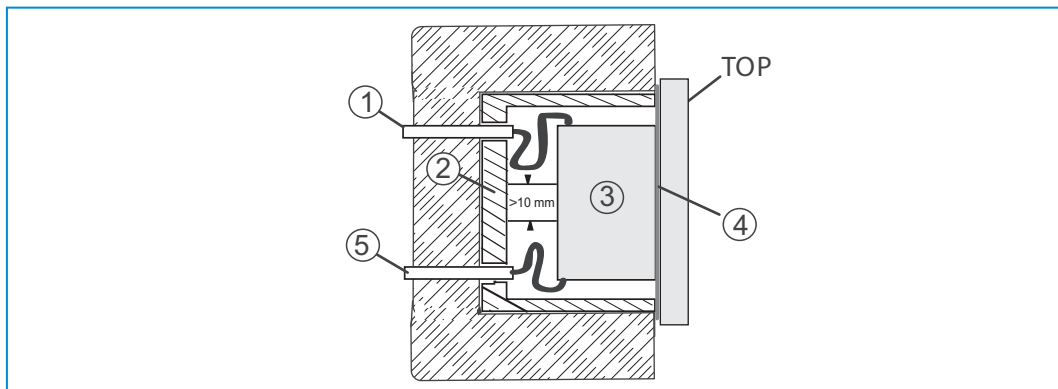

Bild 7: SELV-strömkretsar
- » Vid monteringen ska du skapa en fysisk separation (> 10 mm) mellan SELV-strömkretsen och andra strömkretsar (se Bild 7).